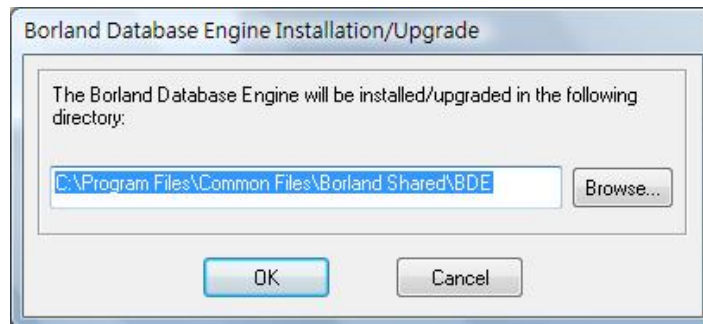

图 3-1-15 BDE 资料库视窗画面
9. 首次安装后会出现如下 BDE 资料库视窗（图 3-1-15），按下 ok 键后继续安装。若是按下 Cancel 键，则 Screen Editor 程序将无法编译梯形图(Ladder)。